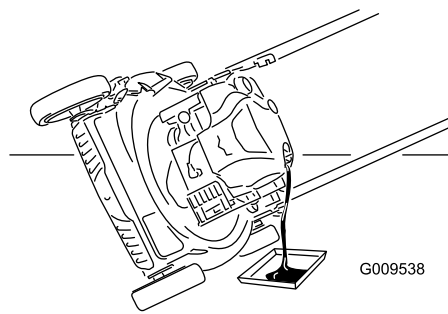

Рисунок 26
3. Для слива отработанного масла через маслозаливной патрубок переверните газонокосилку набок воздушным фильтром вверх (Рисунок 26).
4. **Медленно** заливайте масло в маслозаливной патрубок до тех пор, пока уровень масла не достигнет отметки **Full (ЗАПОЛНЕНО)** на масломерном щупе (Рисунок 26). Проверка уровня масла с помощью щупа производится через 3 минуты после долива. **Не допускайте переполнения картера.** (Макс. объем масла: 0,59 л (20 унций.), тип: автомобильное моющее масло (SAE 30), имеющее классификацию API: SF, SG, SH, SJ, SL или выше.)